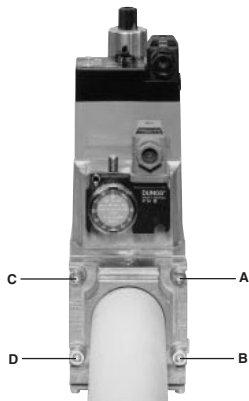
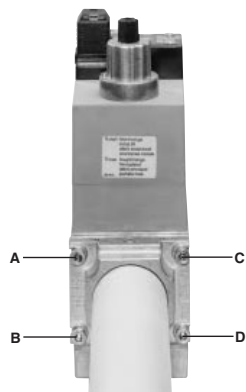

Рис. 6
Рис. 7
1. Расслабить винты А и В, но **не снимать** их (Рис. 6 и Рис. 7)
2. Отвинтить винты С и D (Рис. 6 и Рис. 7)